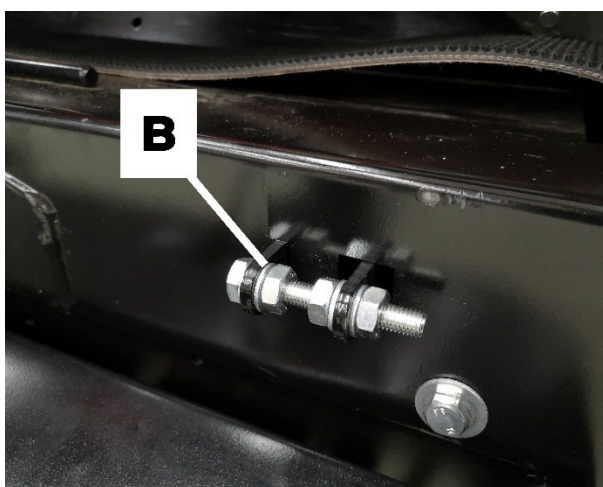

Figure 16
- ❑ La trajectoire du tapis peut être modifiée et le tapis peut être rendu rectiligne grâce à la vis de réglage B située à l'extrémité du guide-chaîne du convoyeur d'alimentation. Fig. 16